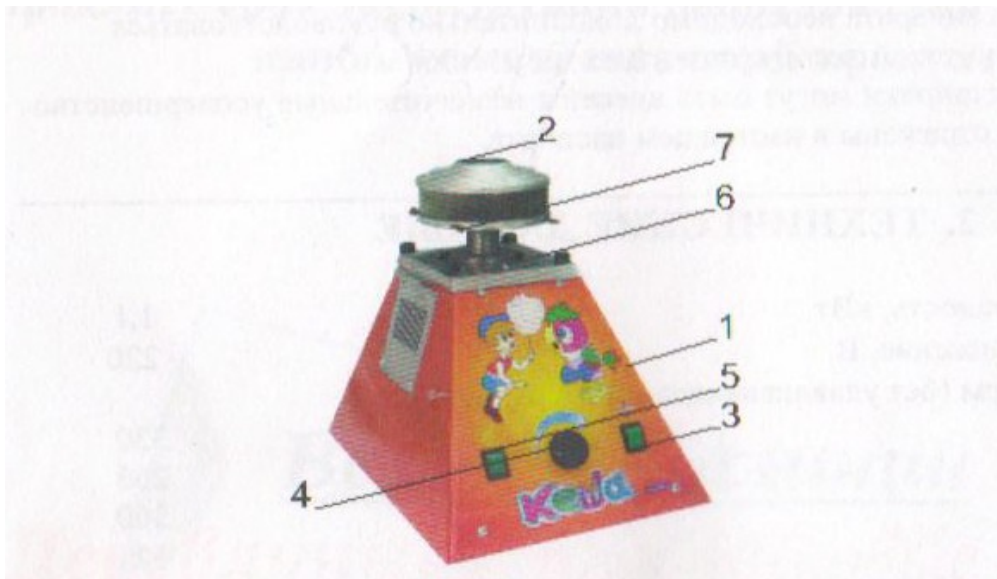

Рис. 1 Аппарат приготовления сладкой ваты.
3.1 Установка состоит из корпуса (1) (см. рис.1), жиклерной головки (2), панели управления, и улавливающей емкости (на рисунке не показана). На панели управления расположены: кнопка включения электродвигателя (3), ручка регулятора мощности нагревателя (4), кнопка включения нагревателя (5).